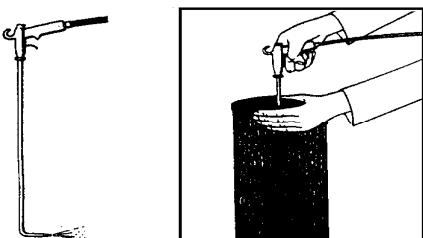
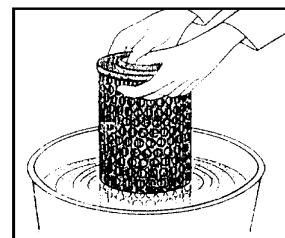

Рис. 66 Продувка фильтров
Рис. 67 Промывка фильтров
Очистку фильтров производите продувкой его сжатым воздухом (рис. 66) или промывкой (рис. 67) в моющем растворе.
- направьте струю сухого воздуха внутрь фильтроэлемента (рис. 66) под углом к внутренней поверхности кожуха, производите обдувку каждой складки фильтроэлемента последовательно до полного удаления пыли. Обуйте кассеты снаружи. Интенсивность обдувки регулируйте, изменяя подачу воздуха. При обдувке соблюдайте осторожность во избежание разрывов фильтрующей шторы. Для проверки состояния картона фильтроэлемента подсветите его изнутри лампой и осмотрите картон. При наличии разрывов или других сквозных повреждений картона замените фильтроэлемент.